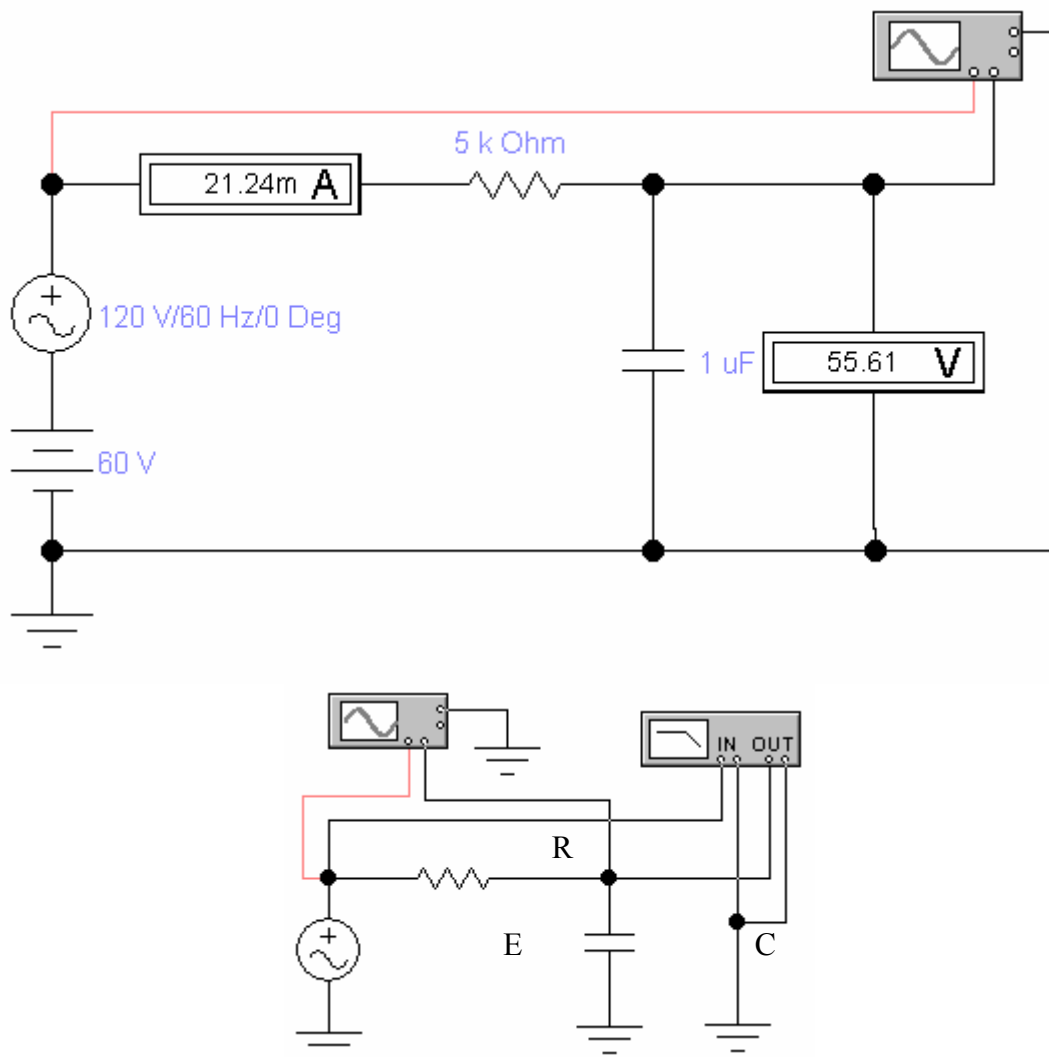

Рисунок 1
1.4 Смоделировать электрическую цепь (рисунок 1) на рабочем поле Electronics Workbench. Для этого последовательно выбрать соответствующий раздел на панели инструментов и перенести требуемые элементы на рабочее поле, щёлкнув мышью на нужном элементе и, не отпуская кнопки, перенести его в нужное место схемы. Повернуть элементы схемы, если их расположение по умолчанию вас не устраивает.